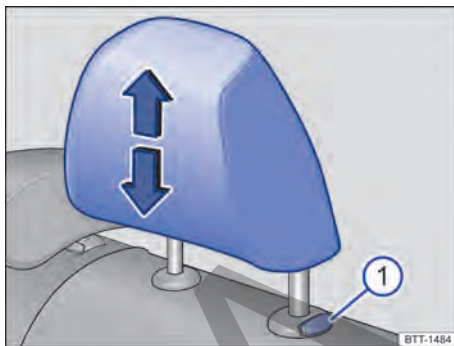
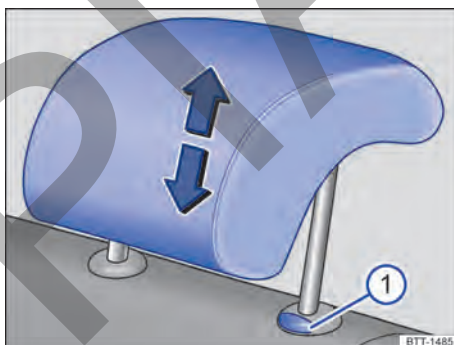

Fig. 64 En las plazas traseras laterales: ajustar el apoyacabezas.
Fig. 65 En la plaza trasera central: ajustar el apoyacabezas.
1. Suba o baje el apoyacabezas a la vez que presiona la tecla → Fig. 64 ① o → Fig. 65 ①.